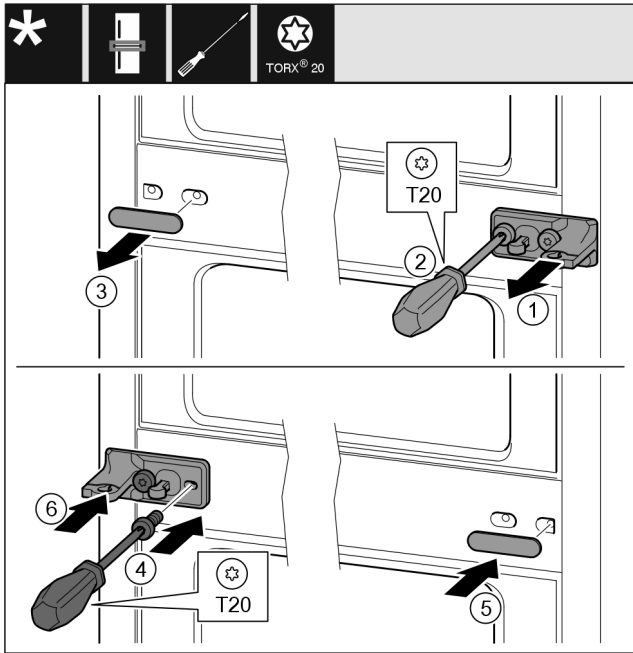

Fig. 33
- ▶ Schijf eraf trekken. Fig. 33 (1)
- ▶ Schroeven met schroevendraaier T20 eruit draaien. Fig. 33 (2)
- ▶ Afdekking voorzichtig eraf trekken. Fig. 33 (3)
- ▶ Lagerbus met folie 180° gedraaid op de andere kant vastschroeven. Fig. 33 (4)
- ▶ Afdekking 180° gedraaid op de andere kant aanbrengen. Fig. 33 (5)
- ▶ Schijf vanaf de voorkant erop schuiven. Fig. 33 (6)